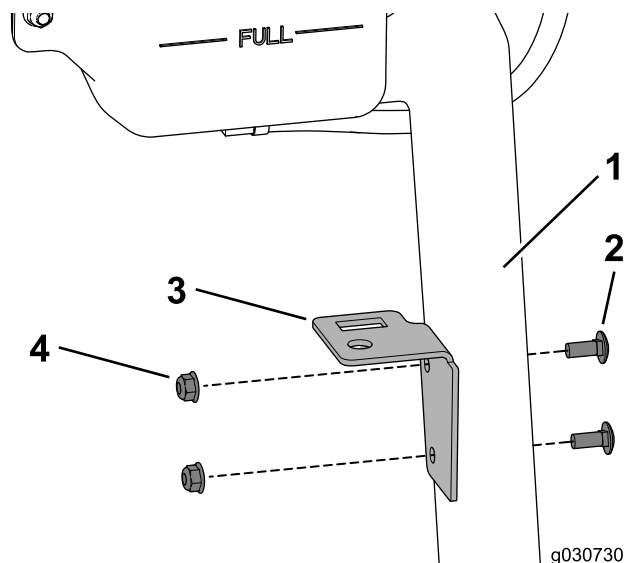

Figura 31
1. Utilizzate 2 bulloni a testa tonda e dadi di bloccaggio per fissare la piastra del serbatoio al supporto del serbatoio del refrigerante (Figura 31).